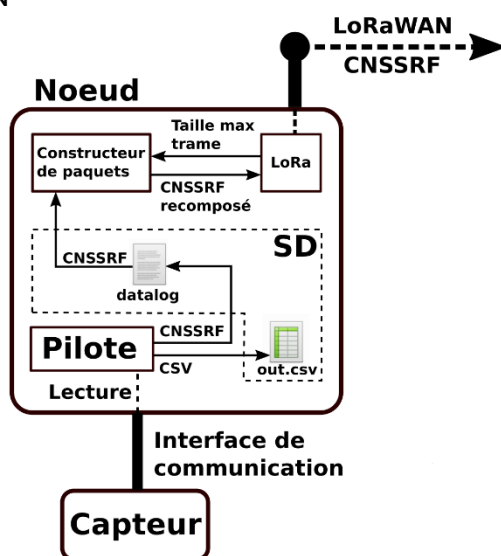

Figure 5 : flux de données du nœud SoLo jusqu'au serveur LoRaWAN
- Le logiciel ConnecSenS gère le flux de données suivant la représentation Figure 5 :